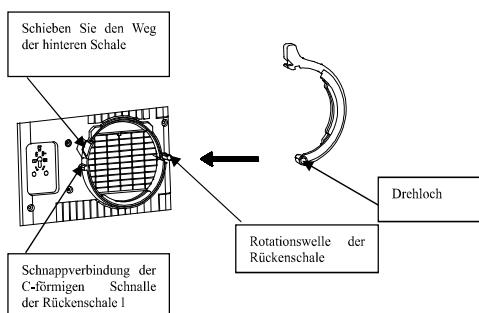

Abb. 3
- 2). Richten Sie das Drehloch am Ende des Wärmeabgasschlauchs auf die Rotationswelle der hinteren Schale und schieben Sie es entsprechend der Schnappverbindungsrichtung der Rotationswelle auf der hinteren Schale auf die hintere Schale (wie in Abbildung 3 gezeigt).